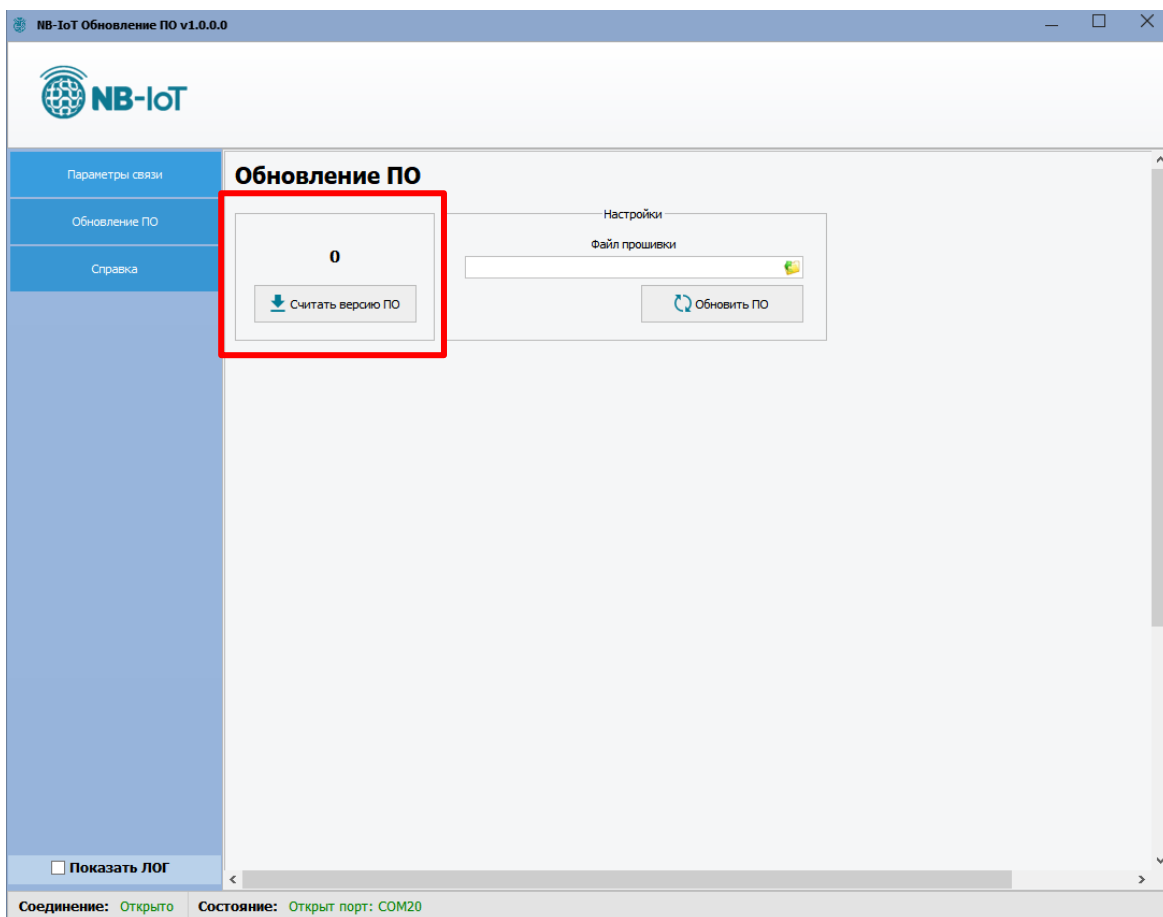

Рисунок 12
- Нажать «Считать версию ПО», вместо 0 (рисунок 12) должна отобразиться версия ПО, например 0.0.1.4.